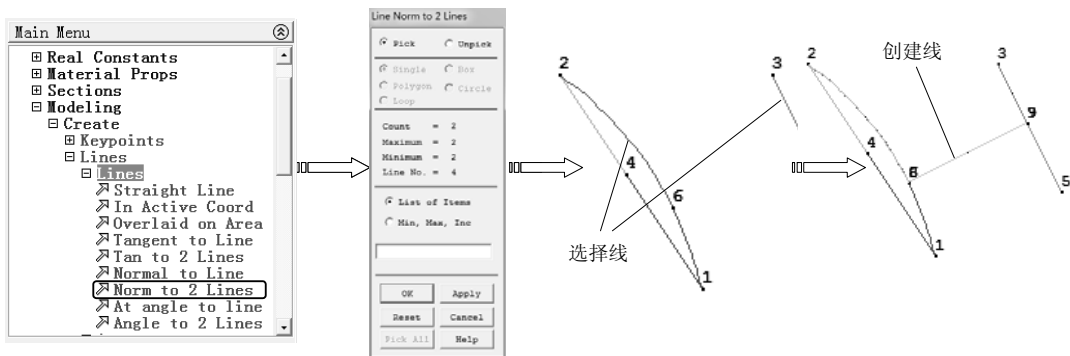

图 2-31 绘制与两条线垂直的直线
(7) 绘制与两条直线垂直的直线 选择“Main Menu>Preprocessor>Modeling>Create>Lines>Lines>Norm to 2 Lines”命令，弹出“Line Norm to 2 Lines”对话框，选择两条已知线，然后单击“OK”按钮创建直线，如图2-31所示。
(8) 绘制与已知直线成一定角度的直线 选择“Main Menu>Preprocessor>Modeling>Create>Lines>Lines>At angle to line”命令，弹出“Straight line at angle to line”对话框，选择一条已知直线和关键点，单击“OK”按钮，弹出“Straight line at angle to line”对